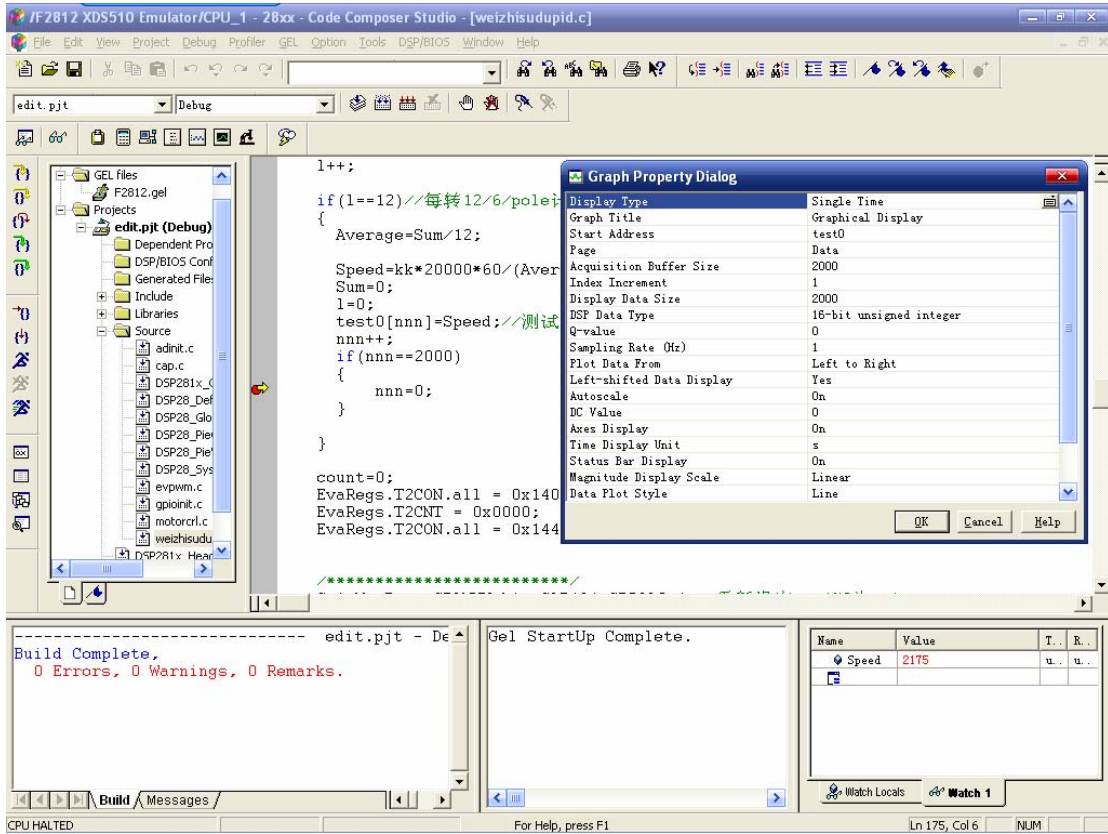
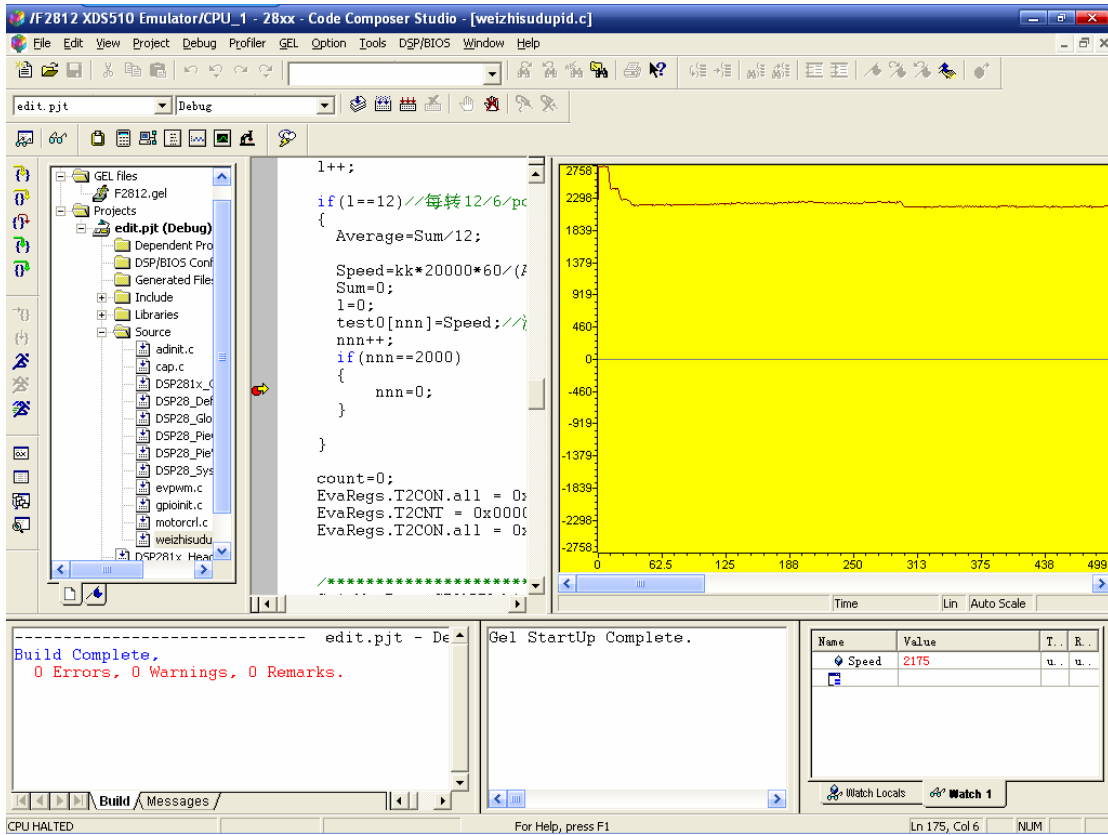

图 6-3
图 6-4
- 按图 6-3 设定断点，按 F5 运行，电机便旋转起来，通过观察变量 Speed 的值，可以知道此时速度的值；通过观察数组 test[]的值，可以知道过去一段时间内速度的值；
- 在 CCS 中用 View→Graph→Time/Frequency...命令，按图 6-3 进行设置，点击 OK 后即可观察到电机从启动到旋转 2000 转的过程中速度的变化曲线，如图 6-4；